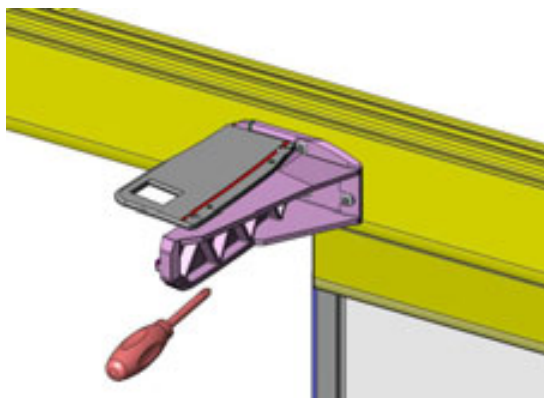

Figura 19 Montaje de Brazo de Salida Marco Superior.
- Introducir el "Brazo de Salida" centrado en la ventana del "Perfil Marco Superior", desplazar hacia el lado contrario al extremo de apertura, y fijar mediante tornillos (figura 19).